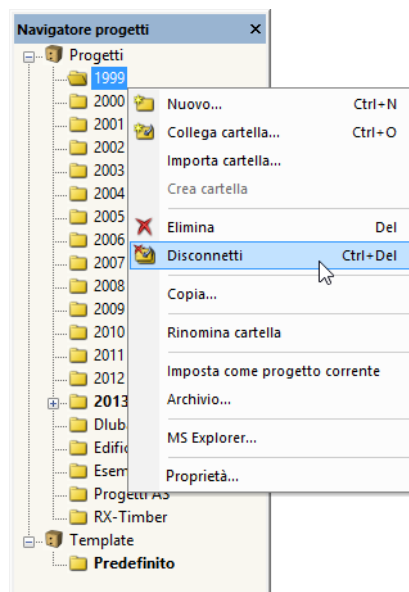
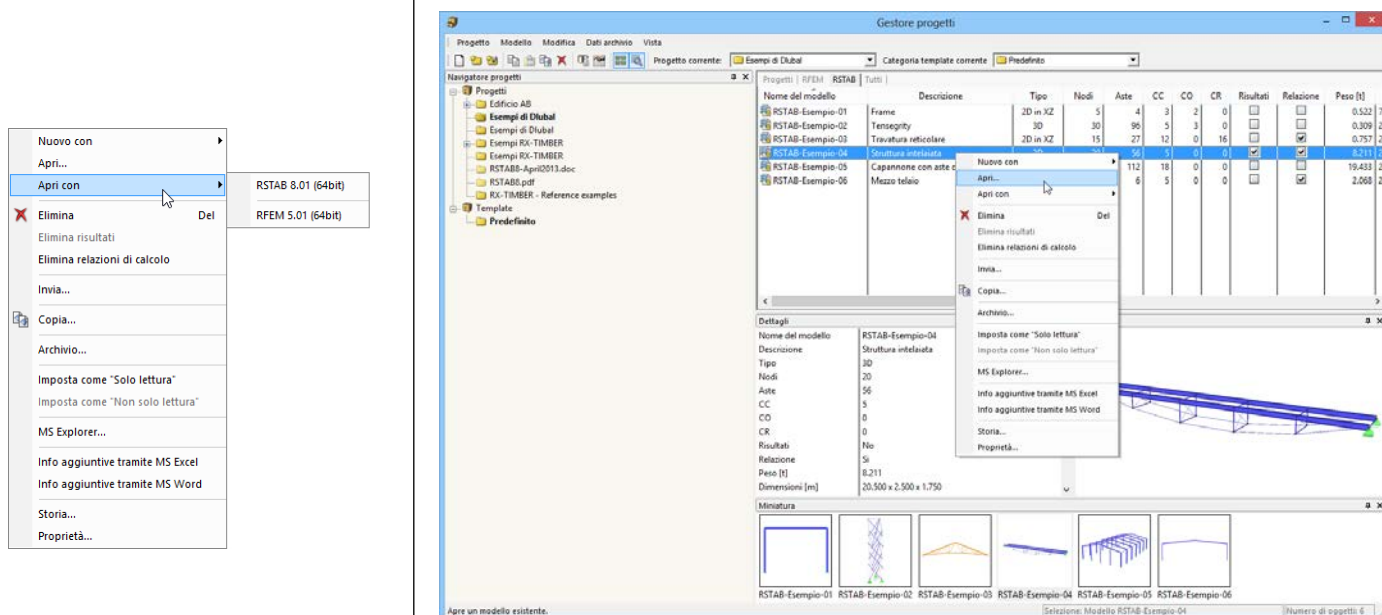

Figura 12.7: Menu di scelta rapida di un progetto
Figura 12.12: Menu contestuale *Modello*
- utilizzare la voce **Copia** nel menu di scelta rapida del progetto disponibile nel navigatore (si veda Figura 12.7).
- utilizzare la voce **Proprietà** nel menu di scelta rapida del progetto nel navigatore (si veda Figura 12.7).
- utilizzare la voce **Proprietà** nel menu di scelta rapida del modello (si veda Figura 12.12).
- utilizzare la voce **Elimina** nel menu di scelta rapida del modello (si veda Figura 12.12).
- utilizzare la voce **Storia** nel menu contestuale del modello (si veda Figura 12.12).
- e utilizzare il menu contestuale del progetto (si veda Figura 12.7) o modello (si veda Figura 12.12).